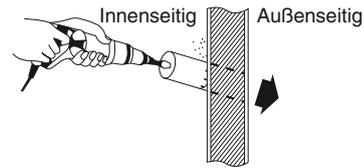

Abb. 3-7
- (4) Eine Öffnung in der Wand machen. Hierzu eine Stichsäge, Lochsäge oder einen Lochschneid-Bohrereinsatz verwenden. Siehe Tabelle 3-1 und Abb. 3-7.